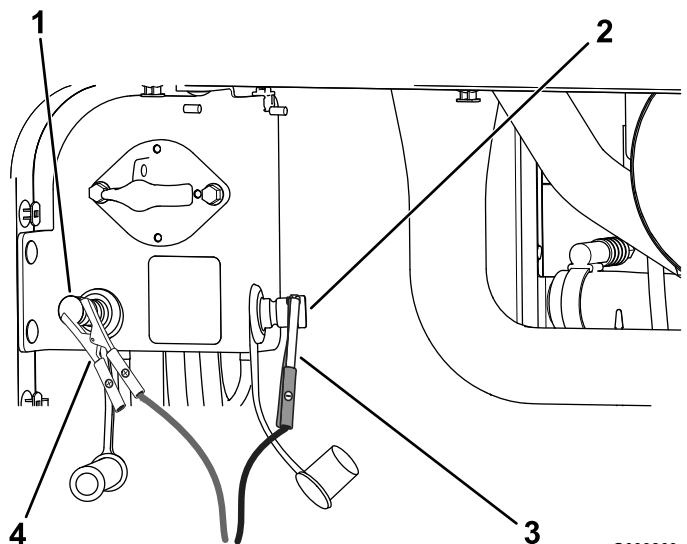

Bild 108
(Bild 108).
der Batterie an (Bild 108).
- Wenn die Batterie ganz aufgeladen ist, ziehen Sie den Stecker des Ladegeräts aus der Stromquelle. Klemmen Sie dann die Klemmen des Ladegeräts von den Batteriepolen ab (Bild 108).